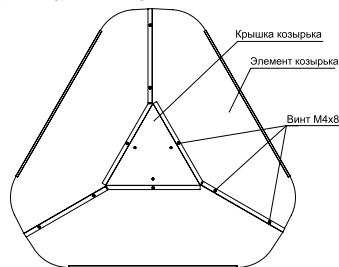

Рис.15 - Сборка козырька
- Соедините элементы козырька между собой, как показано на рис. 15. Винтами из нержавеющей стали М4х8 закрепите соединения. К собранному козырьку прикрепите крышку козырька винтами М4х8.